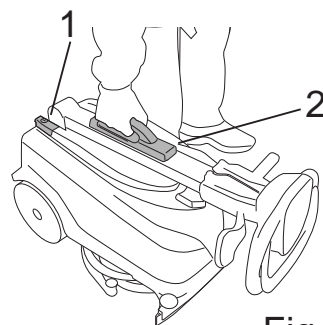

Fig.6
- Slå av maskinen med hovedbryteren (fig.6 - ref.1).
- Løft maskinen fra håndtaket (fig. 6 - ref. 2).